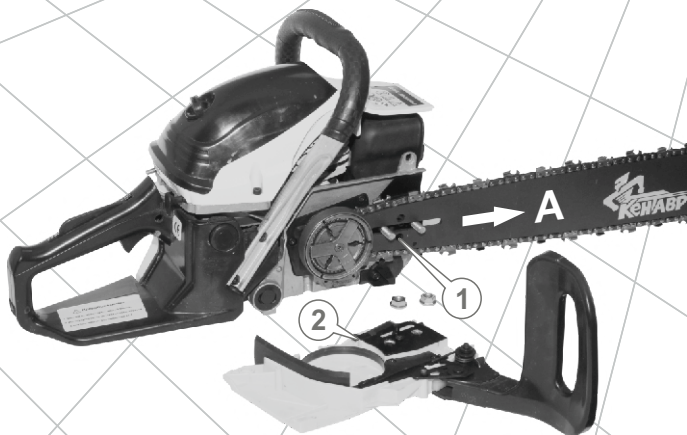

Рис. 3
4. Открутите Т-образным ключом 13x19 мм две гайки, фиксирующие прижимную крышку шины (2) (см. рис. 3). Снимите прижимную крышку.
7. Наденьте шину с цепью на направляющие шпильки (длинным пазом), чтобы штифт натяжителя цепи (1) точно совпал с натяжным отверстием шины (см. рис. 3).
8. Наденьте цепь на ведущую звездочку, расположенной на муфте сцепления и вставьте в паз шины хвостовики. Проведение этой операции начните с верхней ветви шины. Немного сдвиньте шину в направлении стрелки (А) (см. рис. 3), чтобы цепь слегка натянулась.